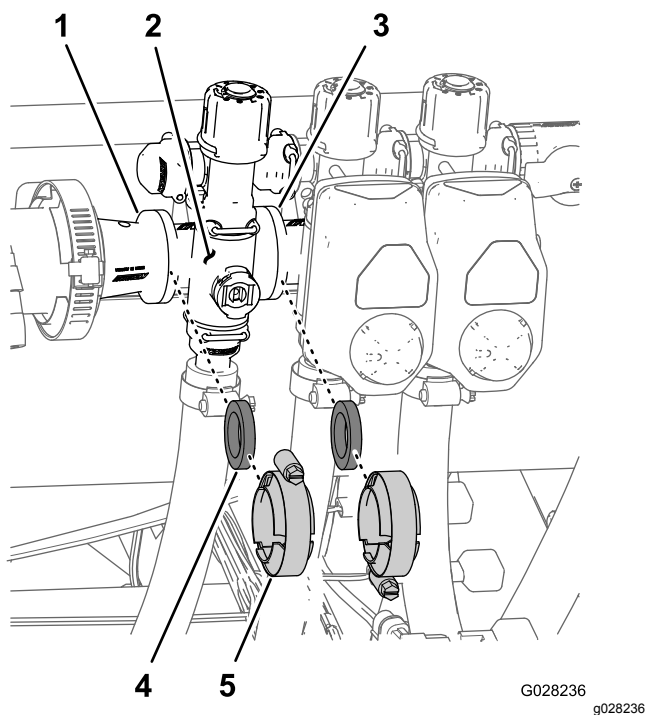

図 116
1. 個別ブームバルブ 図 116 のマニホールドを隣接する個別ブームバルブ左ブームの場合はリデュースカップリングに固定しているクランプとガスケットを外す。